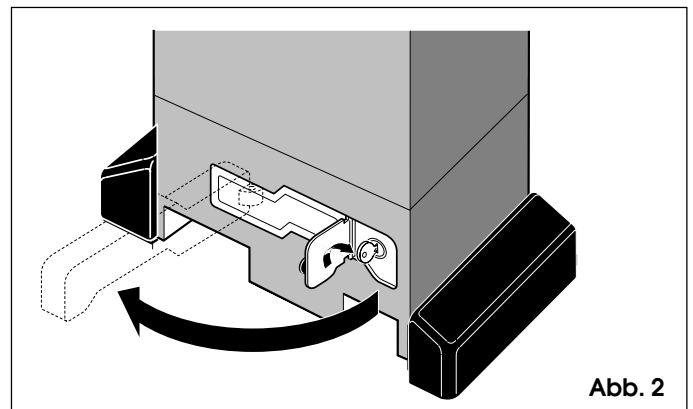

Abb. 2
- 2) Den Schlüssel im Uhrzeigersinn drehen und den Entriegelungshebel gemäß Abb. 2 anziehen.